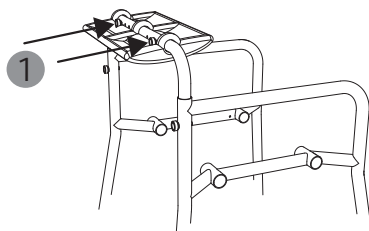

Abb. 7
6. Die Schrauben an der Rückseite des Polsters sind nun gut erreichbar und lassen sich einfach aus dem Polster herausziehen (1, Abb. 7).